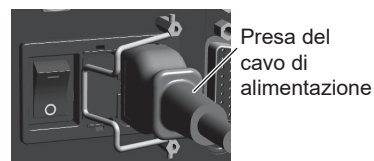

Fig. 10
- (2) Inserire la spina femmina nella presa di ingresso di alimentazione principale (consultare la Fig. 10).